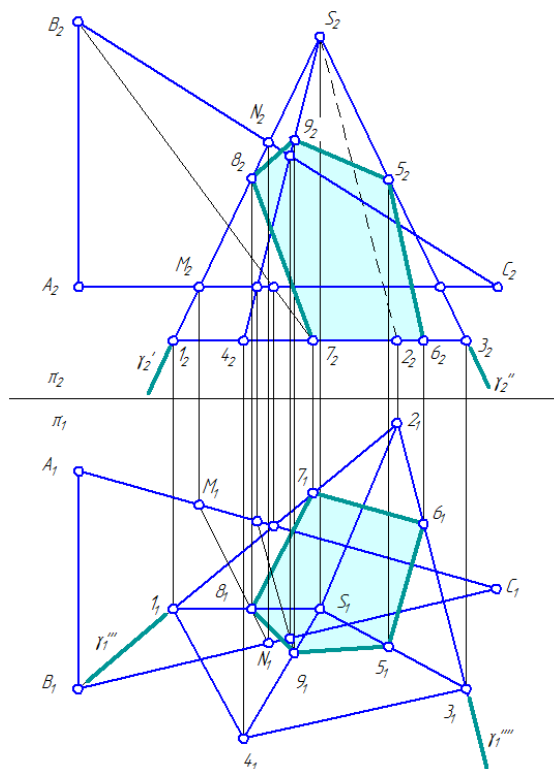

Рисунок 5.2.4 – Построение сечения
1) Построить горизонтальные и фронтальные проекции пирамиды и  $1234S$  и плоскости  $\Delta ABC$  (Рисунок 5.2.4);